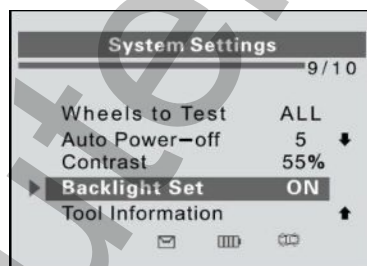

Рисунок 2-18
1) В окне **System Settings [Параметры системы]** с помощью **кнопок прокрутки вверх/вниз** выберите пункт **Backlight Set [Настройка подсветки]**, а затем нажмите кнопку **Y**. См. рисунок 2-18.